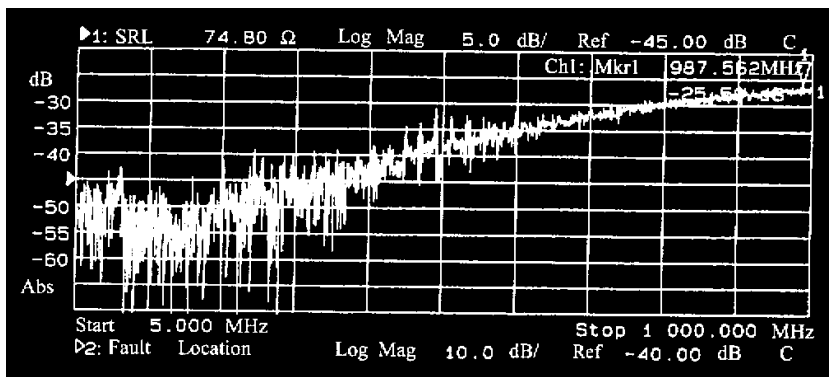
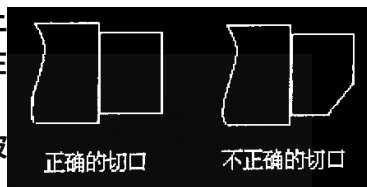

图 4 电缆切口变形后的结构回波反射衰减检测波形
图 5 电缆切口示意图
3) 在检测过程中可能造成电缆切口部分受压而导致变形,将使阻抗失配而使检测结果不理想。应尽量减小变形。如图 4 所示,可以见到电缆的结构回波反射衰减的最小值由 -30.18 dB,在电缆切口变形后变为 -25.5 dB。因此,电缆的检测中要尽可能减小切口的变形,以保证检测准确。
4) 电缆切口部分必须保持干净,切口沾染上内导体或外导体上的切割时留下的碎末也将影响检测结果。其波形与图 4 相似。因此在电缆的检测中要尽可能保持电缆切口部分干净,以保证检测准确。
5) 电缆切口必须平整。如下图 5 所示。若切口不平整,其检测波形也与图 4 相似。因此在电缆的检测中要尽可能保持电缆切口平整,以保证检测准确。